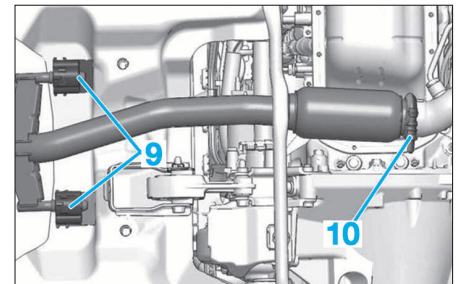

FIG. 8a
- Sur les DV6ATED4, déposer l'écran de protection sous le moteur, ainsi que le collier d'échappement (10) (Fig.8a).